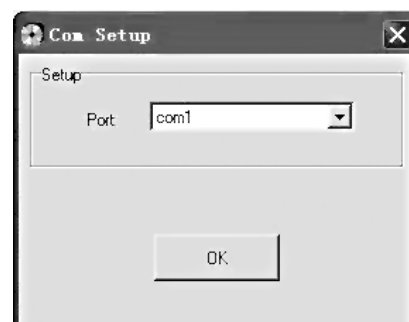

Рис. 3
11. Для установки устройством связи с ПК, нажмите Configure Port (конфигурировать порт), после чего должен отображаться интерфейс как на рис. 3.